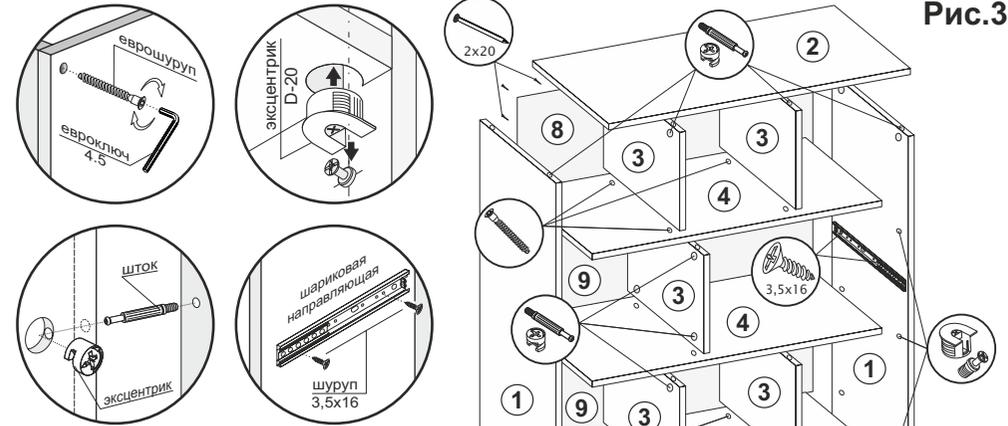

Рис.1
- Если у Вас комод на ножках, то шурупами 4x20 прикрутить опоры к нижней крыше (2).
Оптимальное расстояние крепления опоры 20 мм от каждого края крышки (2). Затем через центральное отверстие в опорах просверлить отверстия Ø8 в крыше (2) и стянуть их винтами М8х30 П/Ш и гайками М8 (рис.1).